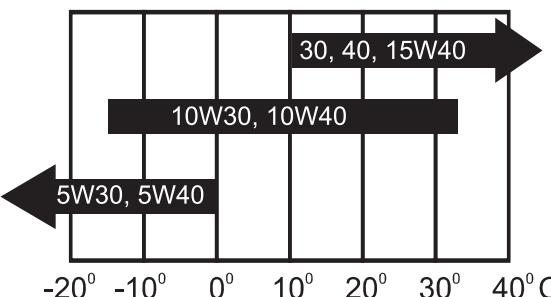

Рисунок 4 — Схема выбора марки масла в зависимости от температуры окружающего воздуха
- Перед началом эксплуатации генератора залейте рекомендованную марку масла (см. раздел «Основные технические данные», рис. 4) в картер двигателя.
- Вязкость используемого моторного масла зависит от температуры окружающего атмосферного воздуха, при которой эксплуатируется генератор. При выборе вязкости, руководствуйтесь указаниями изготовителя моторного масла, исходя из условий эксплуатации и учитывая температуру окружающего воздуха (см. рис. 4).